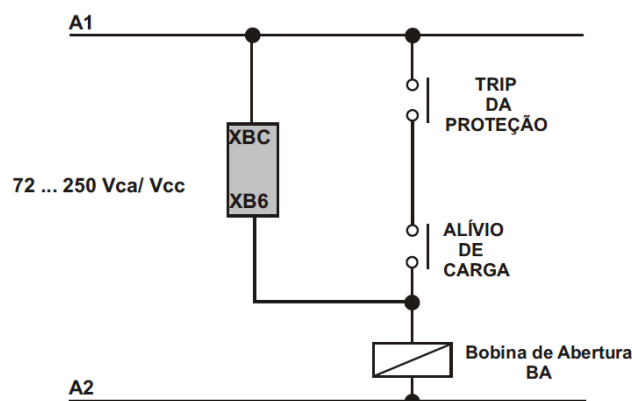

Figura 15.2: Ligação de lógica da bobina de abertura (BA).
A entrada lógica dos bornes XBC e XB6 deve ser configurada para operar como supervisão do estado da bobina de abertura (BA) através da matriz de entrada (linha **E BA OK**) e a lógica habilita na pasta **CONFIG** (item 4). A ligação desta entrada com a bobina de abertura (BA) é mostrada na figura 15.2.